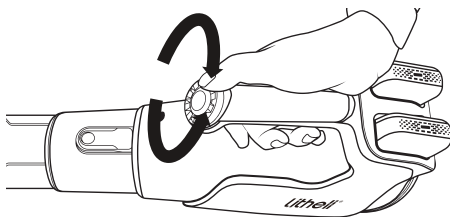

Fig. 6
- a. Encienda el soplador. Gire el dial de control de velocidad variable hacia la izquierda o hacia la derecha para ajustar la velocidad de soplado según sea necesario. (Fig. 6)